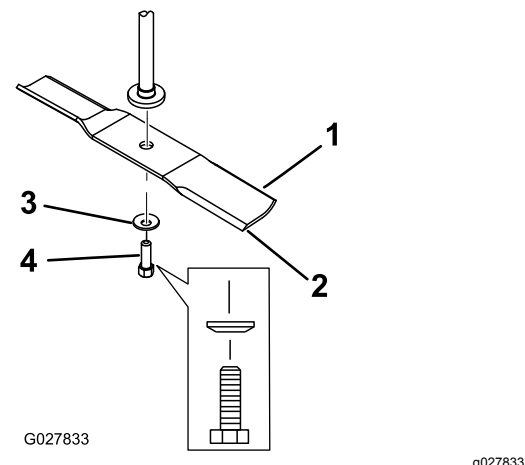

Figura 46
2. Retire del eje el perno de la cuchilla, la arandela curva y la cuchilla (Figura 46).
1. Instale la cuchilla en el eje (Figura 46).
2. Instale la arandela curva (con la copa hacia la cuchilla) y el perno de la cuchilla (Figura 46).